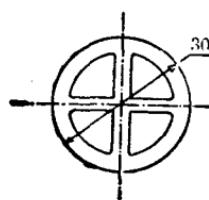

图 17
10. 方向盘和轴：用 30×30 [毫米]² 木板一块，按木片大小用圆规作圆锯下。当中一圈用刻刀照图 17 将它雕空。